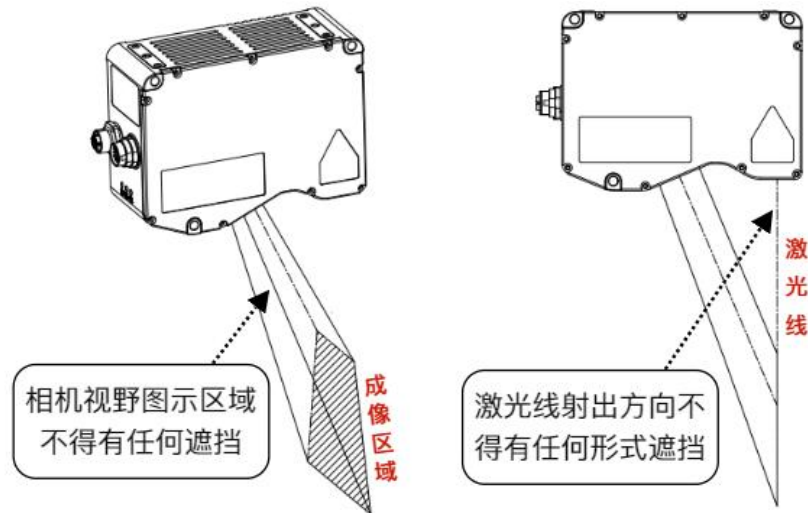

图 3.2 相机安装时不可遮挡的方向
1. 相机视野范围以及激光线方向不得有任何遮挡。如图 3.2 所示。